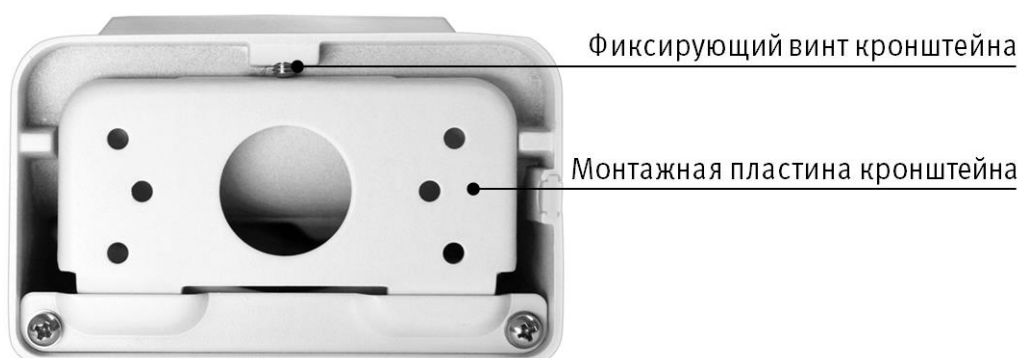

Рисунок 5.5 — Настенный кронштейн
1. Ослабьте фиксирующий винт и отсоедините монтажную пластину от кронштейна (Рисунок 5.5).